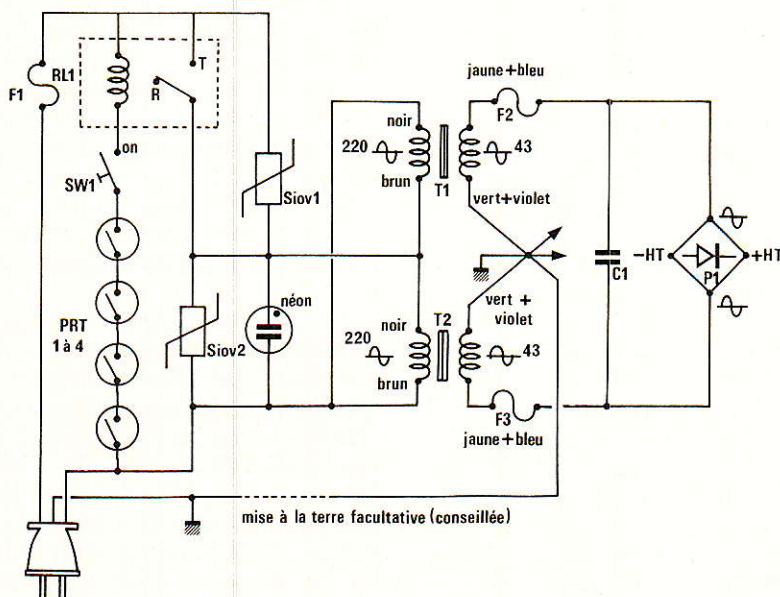
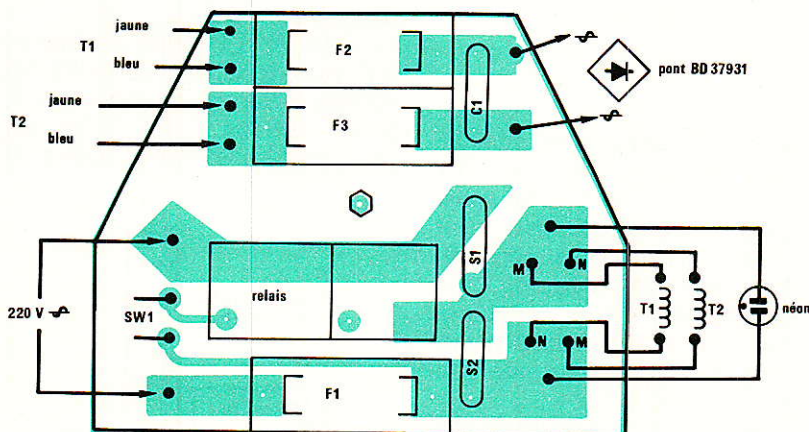

Figure 3
Figure 11
**La part de schéma commune est présente en figure 3** et va de la prise de courant au pont redresseur unique. L'emploi des 2 transfos torique 470 VA impose des précautions efficaces mais peu coûteuses dans la pratique.
Les primaires des transfos T1 et T2 sont montés en opposition de phase pour minimiser les nuisances 50 Hz et cette phase est adoptée au secondaire comme l'indiquent les points de repère sur la **figure 3**. **Chacun des transfos voit en réalité ses 2 secondaires 43 V mis en parallèle** pour disposer d'un courant efficace de 11 Ampères.
Les fils 43 V (Jaune + Bleu) comportent un fusible rapide 10 A (F2 et F3) protégeant les secondaires T1 et T2. Des connexions solides vont alors au pont 400 V/25 A (P1) via l'antiparasite C1. L'essentiel de la figure 3 sera regroupée sur un petit circuit imprimé pour faciliter les choses.
La contre-face de tôle sera percée posée sur une planche de chêne pour ne pas la déformer vu l'épaisseur 0,5 mm et les contraintes à venir. Elle porte en effet les 2 transfos et l'alimentation alternative de la figure 3 comme le montre la figure 9.
Monter les composants comme l'indique la figure 11. Procéder ensuite à l'assemblage mécanique des composants selon les précisions de la figure 9. Commencer par le pont P1, puis poser le circuit imprimé alternatif. Le serrage recto-verso de la visserie sur la tôle de contre-face permet de simplifier la maintenance.
Serrer ensuite ces écrous de T1 et T2 au maximum possible sans déformer la tôle de contre-face (ou très peu) qui se creuserait en dessous en posant des problèmes ensuite. Câbler alors tout ce qui semble évident conformément à la figure 3, après avoir torsadé
Superposer façade et contre face en remontant les poignées, puis continuer le câblage en évitant aux fils de toucher SW1 et le radiateur de P1. Employer au besoin de la gaine caoutchouc pour éliminer les frictions et respecter les couleurs des fils de T1 et T2 comme en figure 11, conformément à la figure 3.
Les protecteurs thermiques étant placés sur les amplis, prévoir un fil souple (2 conducteurs fins à gaine solide tenant la chaleur) de 50 cm monté entre un point marqué « SW1 » sur la figure 11, et l'une des bornes utiles de l'interrupteur général (TH). Veiller enfin à ce que les deux points néon du « TH » (SW1) soient largement isolés de la tôle de contre-face.